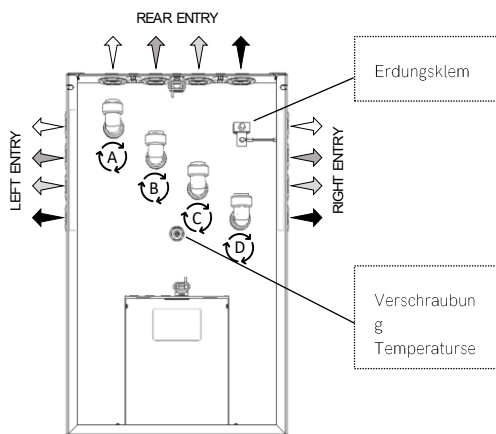

Abbildung 7 – Thermino xPlus-Anschlüsse
- Drehen Sie die Winkelstücke zu der Seite, an die Sie die Hydraulik anschließen möchten (links, rechts oder hinten) (Abbildung 7).
- Der Kaltwassereinlass muss mit Anschluss D und der Warmwasserauslass mit Anschluss A verbunden werden. Der Vorlauf von der externen Wärmequelle zur Wärmebatterie muss an Anschluss B angeschlossen werden und der Rücklauf von der Wärmebatterie zur externen Wärmequelle an Anschluss C (Abbildung 7 , linke Seite) zurückgeführt werden.